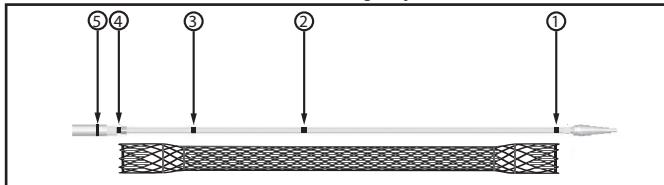
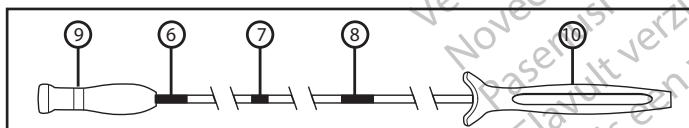

Figura 2: sistema introductor y marcadores radiopacos
Figura 3: sistema introductor, marcadores visuales y mangos
Hay tres marcadores visuales en el sistema introductor para facilitar la colocación del stent con visualización endoscópica (Figura 3). El marcador visual más distal indica que el stent está totalmente comprimido en el sistema introductor (Figura 3, nº 6), un marcador visual indica que el stent está desplegado al 50% (punto medio) (Figura 3, nº 7) y el marcador visual más proximal indica el punto en el que ya no es posible más compresión del stent (Figura 3, nº 8).
Hay cinco marcadores radiopacos para facilitar el despliegue del stent cuando se emplea fluoroscopia (Figura 2). El tubo interior del sistema introductor tiene dos marcadores radiopacos que permiten identificar los extremos del stent comprimido (Figura 2, nº 1 y nº 4). Entre estos marcadores radiopacos hay dos marcadores radiopacos adicionales. Un marcador radiopaco indica el punto medio del stent (Figura 2, nº 2). Un marcador radiopaco en tubo interior indica el punto en el que ya no es posible más compresión del stent (Figura 2, nº 3). El quinto marcador radiopaco en el extremo anterior del tubo exterior indica hasta dónde se ha desplegado el stent (Figura 2, nº 5).
Si se utilizan medios fluoroscópicos, coloque el stent de modo que el marcador 2 (Figura 2) se sitúe en el centro del tumor o fistula. De este modo, podrá asegurarse de que el stent abarque correctamente el tumor,
Comience el despliegue del stent sujetando el mango distal (el que se encuentra más alejado del operador; Figura 3, nº 9) del sistema introductor con una mano; con la otra mano, sujeté el mango proximal (el que se encuentra más cerca del operador; Figura 3, nº 10) y manténgalo inmóvil. Entre los mangos hay un segmento con marcadores visuales. Los marcadores visuales han sido diseñados para ayudar en la implantación del stent. Antes de desplegar el stent, puede visualizar un marcador en la posición completamente comprimida y sin desplegar (Figura 3, nº 5).
Para desplegar el stent, sujeté el mango distal (el que se encuentra más alejado del operador; Figura 3, nº 9) con una mano; con la otra mano, sujeté el mango proximal (el que se encuentra más cerca del operador; Figura 3, nº 10). Para desplegar el stent tire despacio del mango distal hacia el mango proximal mientras sujetá inmóvil el mango proximal. Controle el despliegue del stent mediante fluoroscopia y/o endoscopia, manteniendo los marcadores en el sistema introductor entre los bordes identificados de la estenosis. Si fuera necesario, es posible parar el despliegue y ajustar la posición del stent proximalmente sin recomprimir el stent antes de pasar el marcador de retransmisión (Figura 3, nº 8). Si está satisfecho con la colocación del stent, continúe con el despliegue completo.
- El stent se puede volver a comprimir en cualquier momento hasta los marcadores de recompresión (radiopaco, Figura 2, nº 3; visual, Figura 3, nº 8).
Nota: El stent estará totalmente comprimido si el marcador visual (Figura 3, nº 6) resulta totalmente visible.
- C. Vuelva a envainar el tubo exterior del sistema introductor apartando el mango distal (Figura 3, nº 9) del operador. Retire lentamente el sistema introductor y la guía.